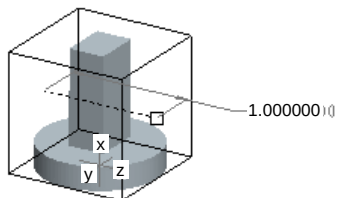

图 5.2.15 “拉伸”环境
Step1. 在操控板中按下“拉伸”按钮 , 操控板进入图 5.2.14 所示的“拉伸”操作界面, 同时图形区中出现图 5.2.15 所示的背景对 **罩框** 和控制柄。